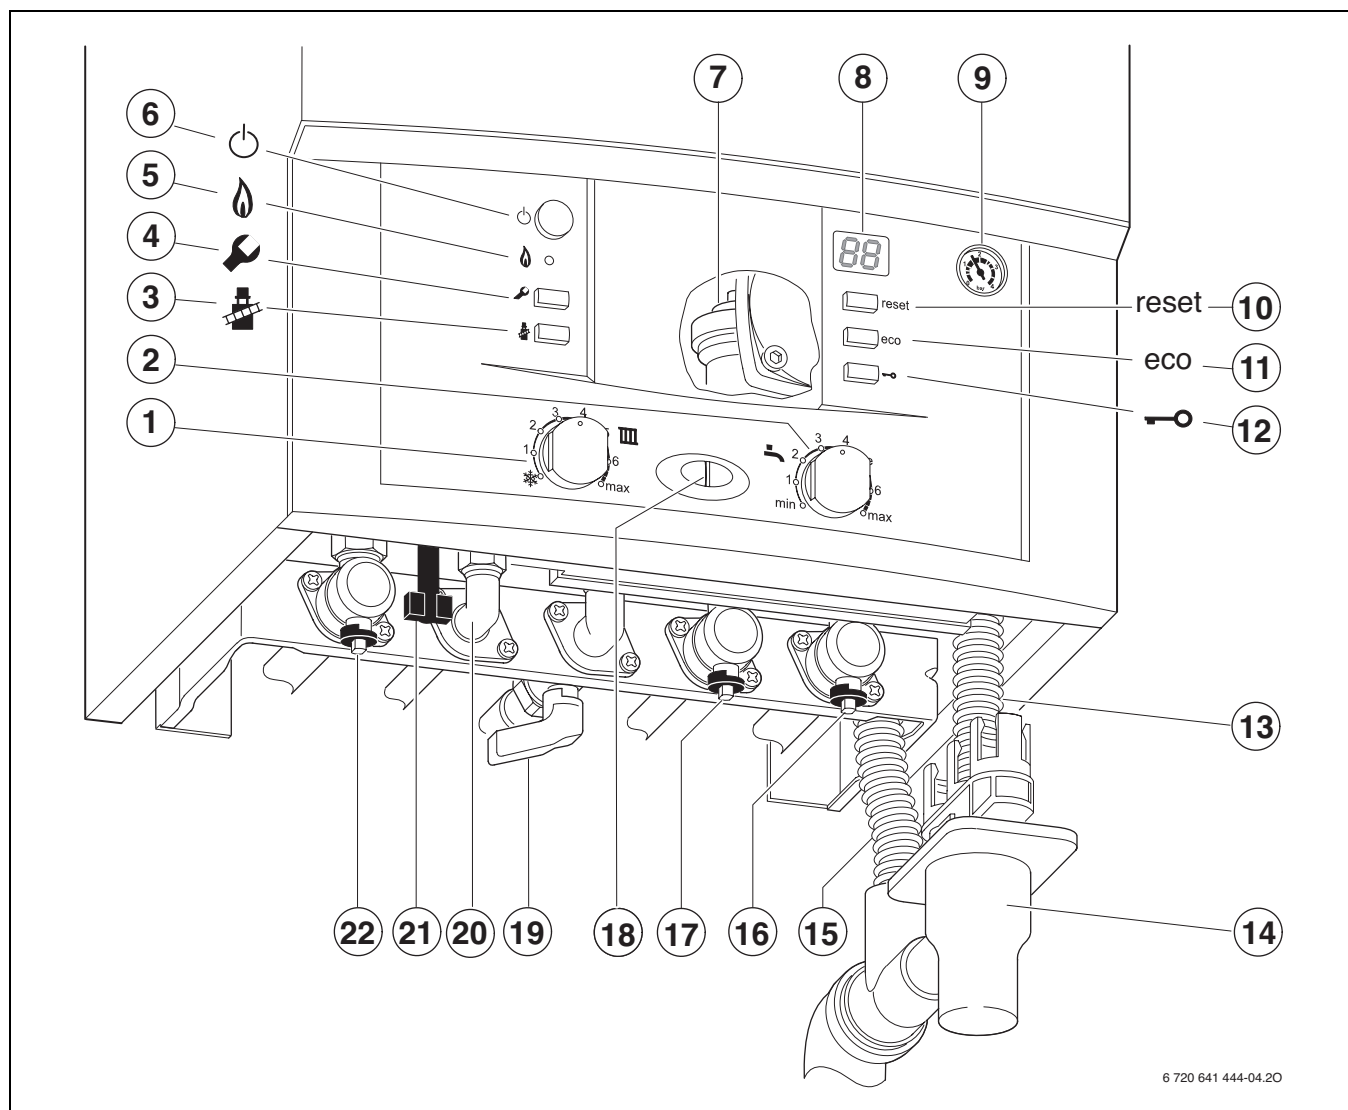

Fig. 29
- ▶ Aprire i rubinetti di mandata e ritorno riscaldamento (→ fig. 29 [22] e [16]), riempire l'impianto di riscaldamento su 1-2 bar e chiudere il rubinetto di carico.
- ▶ Con apparecchi GVM aprire il rubinetto dell'acqua fredda (→ fig. 29 [17]) e aprire un rubinetto dell'acqua calda finché non esce l'acqua.
- ▶ Aprire il rubinetto del gas (→ fig. 29 [19]).
- ▶ Aprire il disaeratore automatico (→ fig. 29 [7]) e richiuderlo dopo lo sfiato.